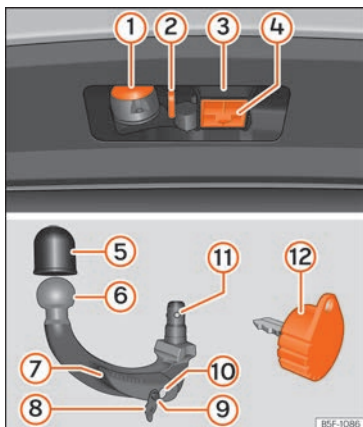

Abb. 171 Halterung der Anhängervorrichtung / Anhängerkupplung / Schlüssel
- Der obere Bereich der Aufnahme der Anhängerkupplung ist mit Schmierfett versehen » Abb. 171 ③. Wenn Sie die Vorrichtung verwenden, stellen Sie sicher, dass das Fett nicht entfernt wurde.
- Den Verschlussdeckel der Hakenaufnahme »» Abb. 171 (4) nach unten abnehmen.